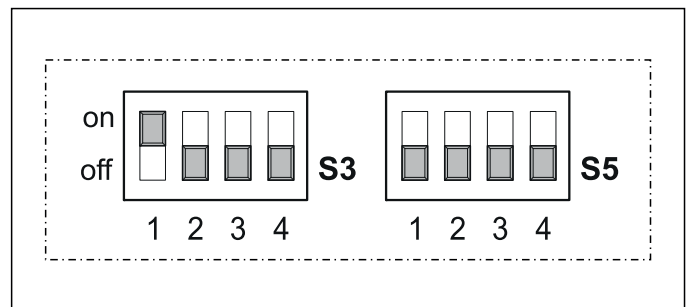

Bild 8-5 Einstellung DIP-Schalter auf RoCon BM2C
- DIP-Schaltereinstellung auf der Schaltplatine RoCon BM2C der Daikin Altherma M ECH₂O prüfen und ggf. einstellen (siehe Bild 8-5).